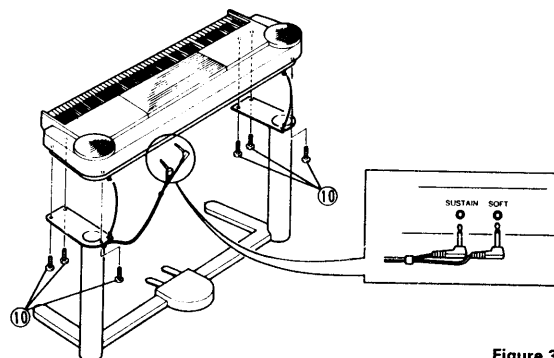

Figure 3/Abb. 3
Retourner le support assemblé de façon à ce que l'ensemble de la base soit en dessous. Comme indiqué sur la figure 3, faire glisser les vis de guidage du panneau inférieur du PF1500 sur toute leur course dans les fentes du support. Serrer les vis M6 × 16 ⑩. Introduire les fiches dans les prises du panneau arrière du PF1500 (la fiche qui termine le fil le plus long doit être enfoncée dans la prise SOFT; l'autre fiche, dans la prise SUSTAIN).
Drehen Sie den montierten Stand mit der rechten Seite nach oben, so daß das Basismontageeteil nach unten weist. Schieben Sie die Führungsschraube am Boden des PF1500, wie in Abbildung 3 gezeigt, ganz in die Schlitz im Ständer ein, und ziehen Sie die M6 × 16-Schrauben ⑩ fest. Schließen Sie dann die Pedalanschlußstecker an die Buchsen an der Rückseite des PF1500 an. Der Stecker mit dem längeren Stift ist an die Buchse SOFT und der Stecker mit dem kürzeren Stift an die Buchse SUSTAIN anzuschließen.